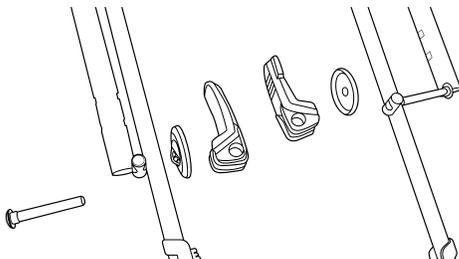

Abb. 2
- c. Setzen Sie den oberen Griff auf den unteren Griff. Führen Sie die mitgelieferten Bolzen in die ausgerichteten Löcher der Griffe ein und befestigen Sie die Knöpfe an den Bolzen (Abb. 2).